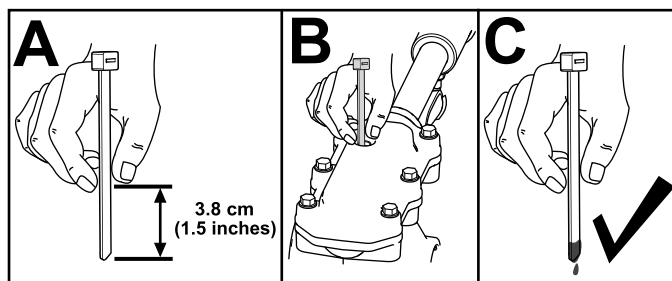

Figure 31
3. Contrôlez le niveau d'huile à l'aide d'un dispositif de mesure adéquat, par exemple un serre-câble propre. Le niveau d'huile doit se situer à environ 3,8 cm en dessous de l'orifice de remplissage (Figure 31).